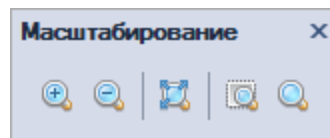

Рис. 346 Панель инструментов «Масштабирование»
- использую панель инструментов «Масштабирование», см. Рис. 346.